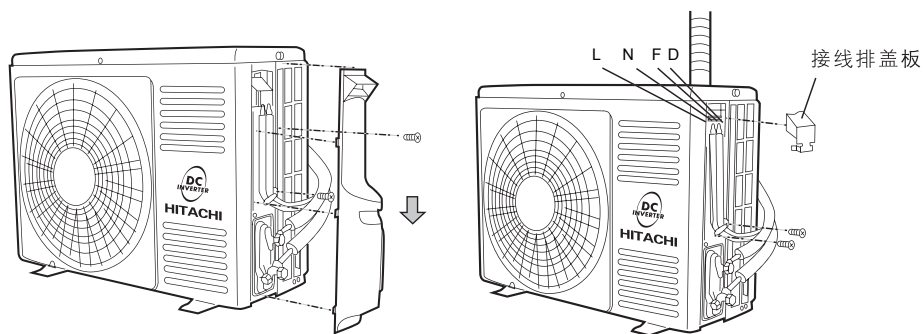

图21
- (1) 将右侧板上边盖拆开。(如图21)
(2) 将截止阀的纳嘴与密封帽拆开。